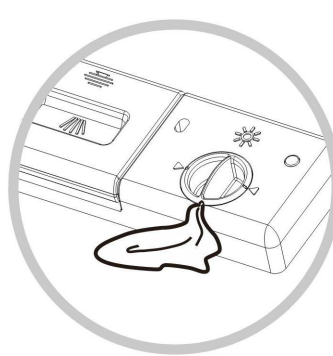

Рис. 12
4. В случае случайного пролива нейтрализатора немедленно удалите его с поверхности с помощью влажной ткани (рис. 12).